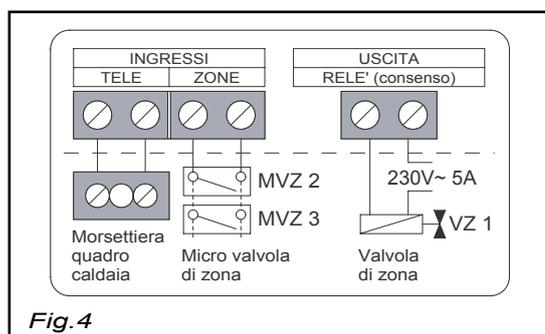

Fig. 4
- Premesso che le connessioni non sono polarizzate, procedere al collegamento delle morsettiere secondo lo schema riportato in Fig. 4.